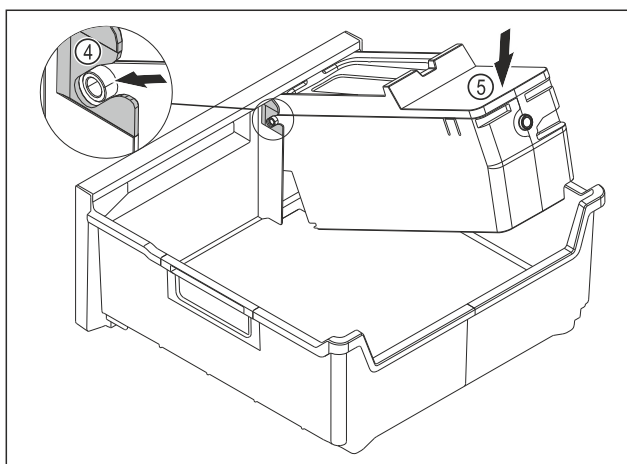

Fig. 149
- ▶ Встановіть корпус EasyTwist-Ice: Вставте осі корпусу EasyTwist-Ice в напрямні Fig. 149 (4).
- ▶ Натисніть на корпус EasyTwist-Ice Fig. 149 (5) ззаду вниз.